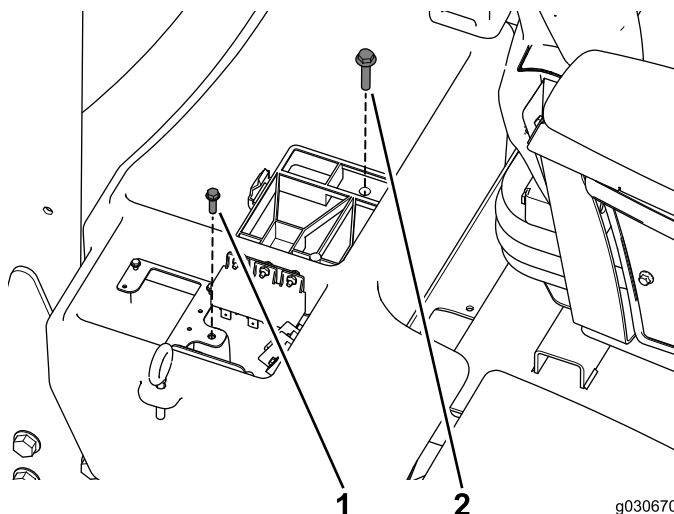

図 3
4. ワイヤハーネスプレートを固定しているねじと、バッテリーコンパートメント 図 3 を固定しているボルトを外して保管する。